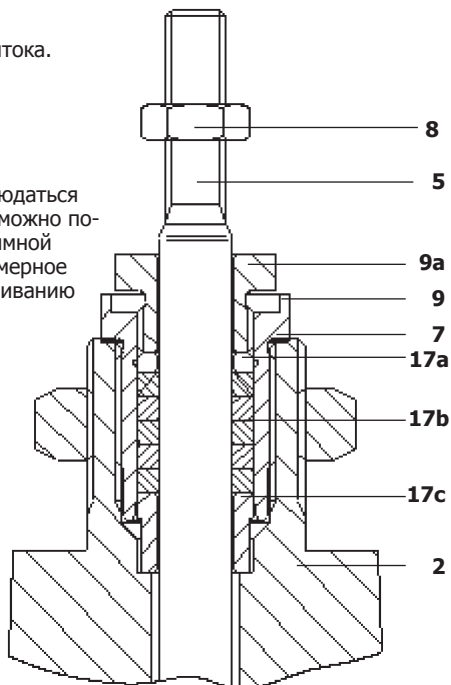

Рис. 5
h) Убедитесь, что нажимная гайка (дет. 9а, рис. 5) **затянута "от руки"**.